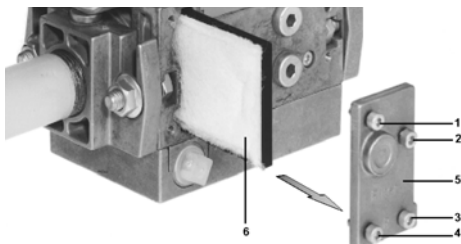

Fig. 43
- 2 Svitare le viti 1 ÷ 4 con una chiave esagonale n. 3 e togliere il coperchio del filtro 5 in Fig. 43.